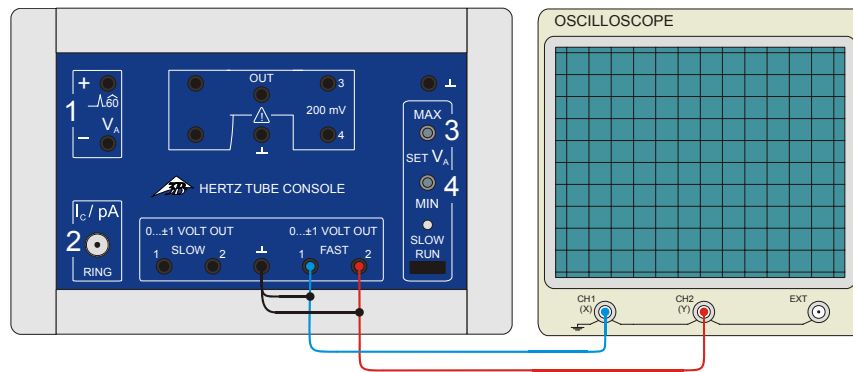

Fig. 4 Conexão de um osciloscópio no aparelho de controle para tubos de potenciais críticos
- Conectar a saída Fast1 da unidade de controle ao Channel 1 (desvio X) e a saída Fast 2 ao Channel 2 (desvio Y) do osciloscópio. (vide Fig. 4)